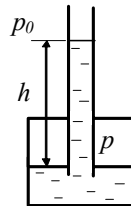

Рисунок 2.4
2.3. Определить абсолютное и избыточное давление  $p$  в сосуде, заполненном водой (рисунок 2.4).